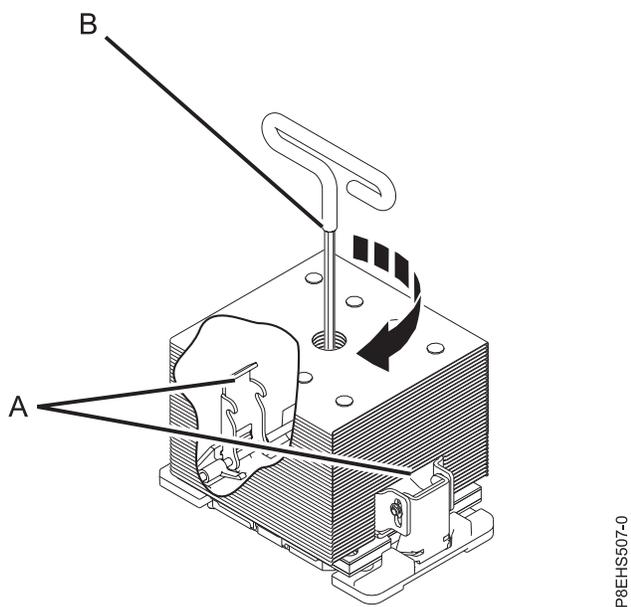

図 177. ヒート・シンク上の中央にあるロードねじの締め付け
- a. ヒート・シンク・ロード・アームが掛かっていることを確認します (160 ページの図 177 の (A) を参照)。
- b. 付属の六角棒スパナを使用して中央のロードねじ (160 ページの図 177 の (B) を参照) を時計回りに締め、止まるまでしっかり締め付けます。ヒート・シンクが大きくなりぐらつく場合、ロード・アームがきちんと掛かっていません。中央のロードねじを緩め、このステップをもう一度繰り返してください。